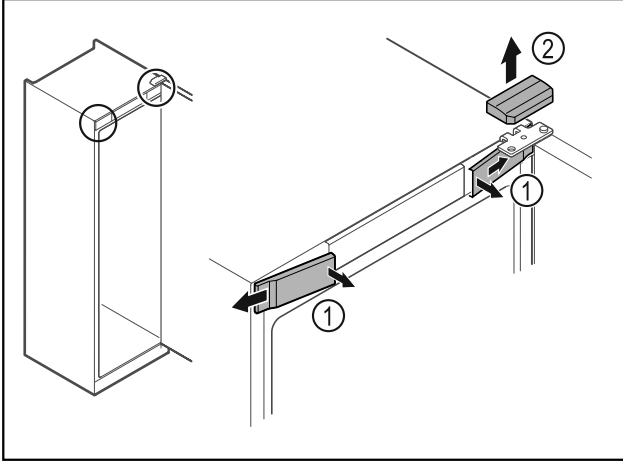

Fig. 11
- Paina etummaisetsuojukset Fig. 11 (1) sisäpuolelta irti ja ota ne sivukautta pois.
- Ota ylempi suojuus Fig. 11 (2) yläkautta pois.